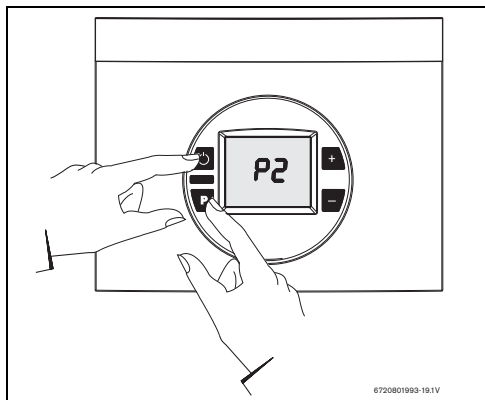

Fig. 52
- ▶ Per avviare l'apparecchio mantenere premuto il tasto "P" e contemporaneamente premere l'interruttore principale ON/OFF (vedere Fig. 52).